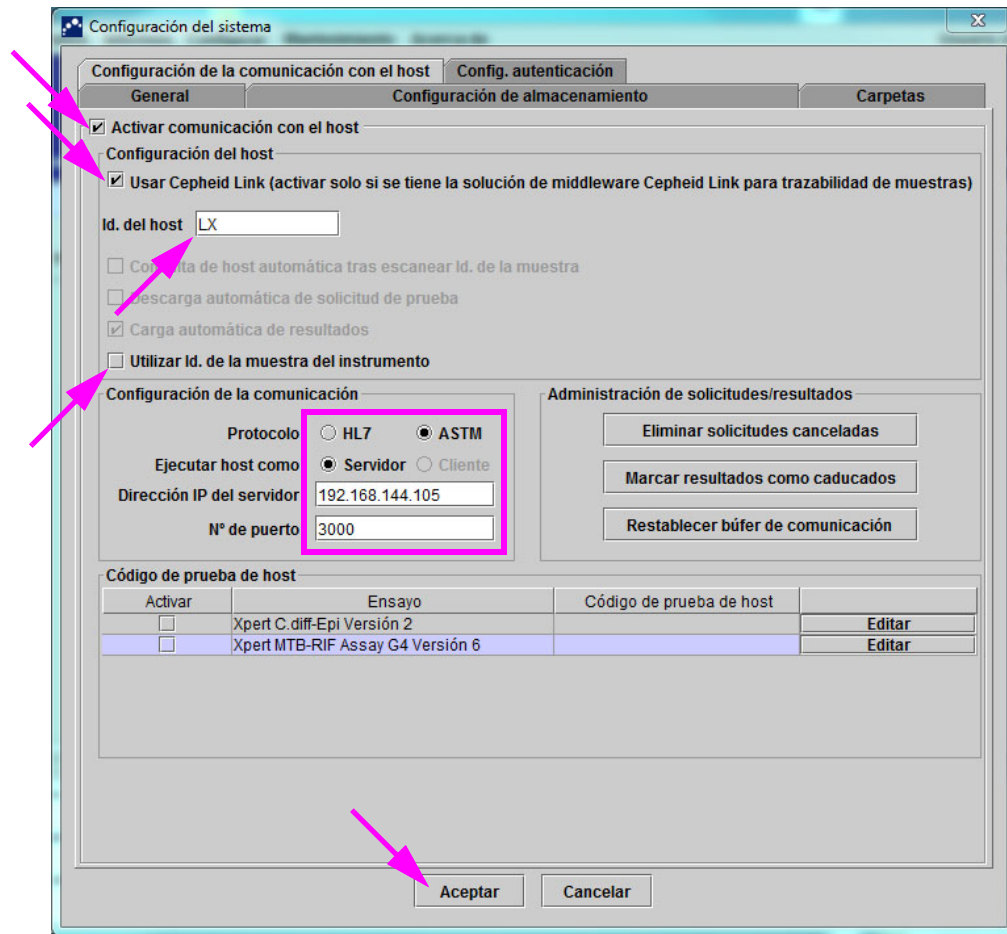

Figura 2-82. Espacio de trabajo Configuración de la comunicación con el host configurado para Cepheid Link
2. Seleccione el botón **CONFIGURACIÓN DE LA COMUNICACIÓN CON EL HOST** (consulte la figura 2-82) para abrir el espacio de trabajo Configuración de la comunicación con el host. Consulte la figura 2-82.
3. Para habilitar la comunicación con el host, seleccione la casilla de verificación **Activar comunicación con el host** en la esquina superior izquierda del espacio de trabajo (consulte la figura 2-82). Esto permite seleccionar otras opciones en la pantalla Configuración de la comunicación con el host.
4. Seleccione la casilla de verificación **Usar Cepheid Link** para configurar la comunicación con el host de Cepheid Link. Después de seleccionar la casilla de verificación **Usar Cepheid Link**, la mayor parte de los valores de configuración se ajustarán automáticamente. Consulte la figura 2-82.
8. Después de haber establecido la comunicación con el host para el servidor Cepheid Link, seleccione el botón **Aceptar**. Consulte la figura 2-82.